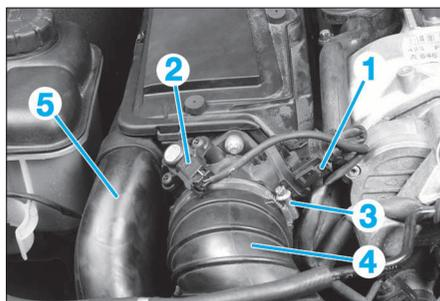

FIG. 22
- Débrancher les connecteurs (1) et (2) (Fig.22).
- Desserrer le collier (3).